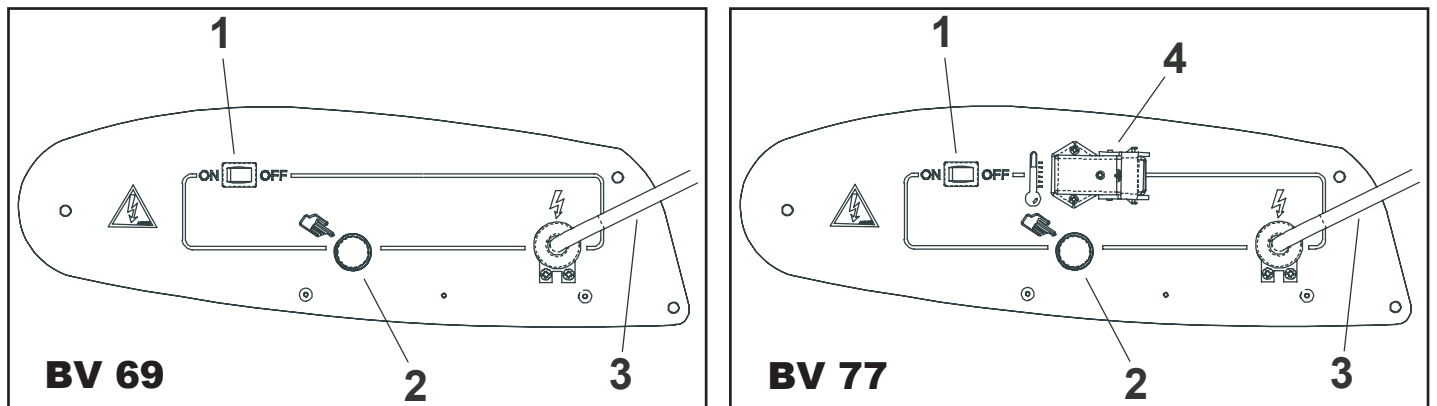

Fig. 2 (A - B)
- pastatykite jungiklį 1 (fig. 2) į simboliu ON pažymėtą padėtį: įsijungs ventiliatorius o po kelių sekundžių prasidės degimas. Paleidžiant pirmą kartą ir visiškai ištuštinus dyzelino sistemą, dyzelino tekėjimas į purkštuką gali vėluoti ir įsijungs liepsnos kontrolės aparatūros signalizacija, kuri išjungs šildytuvą 2 (fig. 2), tuo atveju, palaukę 1 min., paspauskite rankinio įjungimo mygtuką 1 pakartotinai įjungdami įrenginį. Kai negalima paleisti įrenginio:
2. Paspauskite rankinio įjungimo mygtuką 2 (fig. 2);
Norėdami nutraukti įrenginio veikimą pastatykite 1 (fig. 2) jungiklį į "OFF" padėtį. Liepsna užges, o ventiliatorius dar suksis kol degimo kamera visiškai atauš.
Šildytuve árengta elektroninė liepsnos kontrolės aparatūra. Aptikus vieną ar daugiau veikimo sutrikimų, aparatūra blokuoja įrenginį ir užsišviečia rankinio ájungimo mygtuko indikatorius 2 (fig. 2).